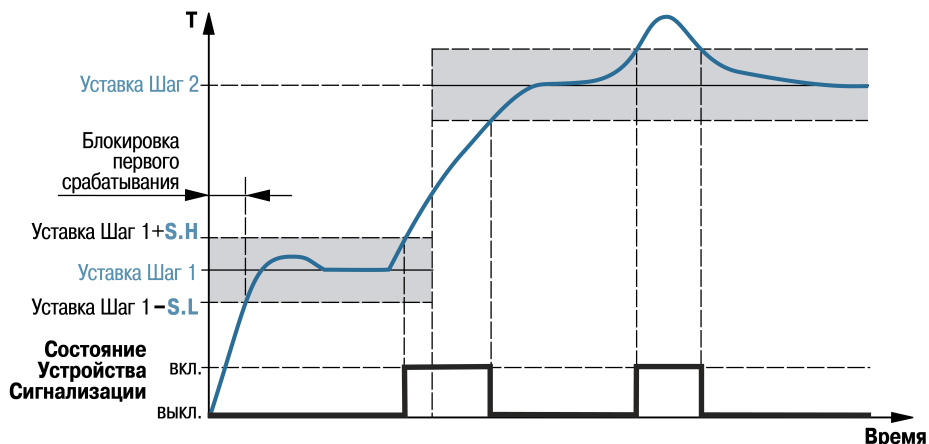

Рисунок 9.22 – Пример логики работы и блокировки срабатывания устройства сигнализации для U-образной логики
- В случае выхода регулируемой величины за заданные пределы – U-образная логика (**SiG.t = S.otn**) (см. рисунок 9.22).